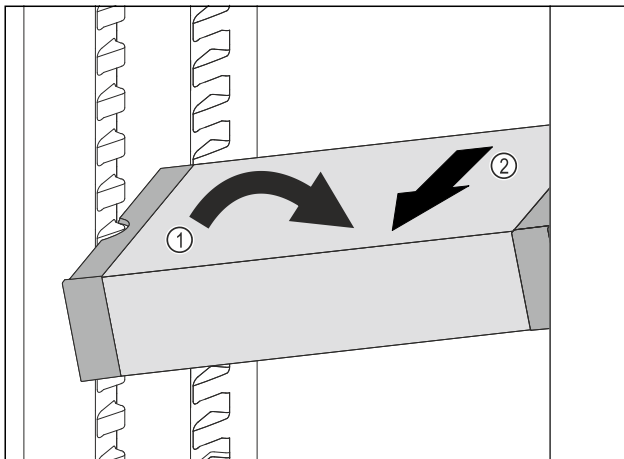

Fig. 186
- VarioSafe im Kühlteil schräg stellen. Fig. 186 (1)
- VarioSafe nach vorne entnehmen. Fig. 186 (2)